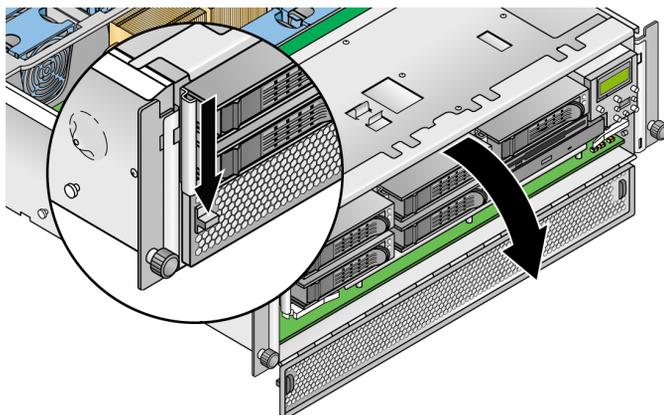

FIGURE 4-14 Ouverture de la porte de la carte CPU
3. Ouvrez la porte de la carte CPU, qui se trouve sous les baies de disque dur, pour accéder à la carte CPU. Appuyez sur les deux boutons de la porte et faites-la basculer vers le bas pour qu'elle s'ouvre à 180 degrés par rapport à sa position fermée (voir la FIGURE 4-14).